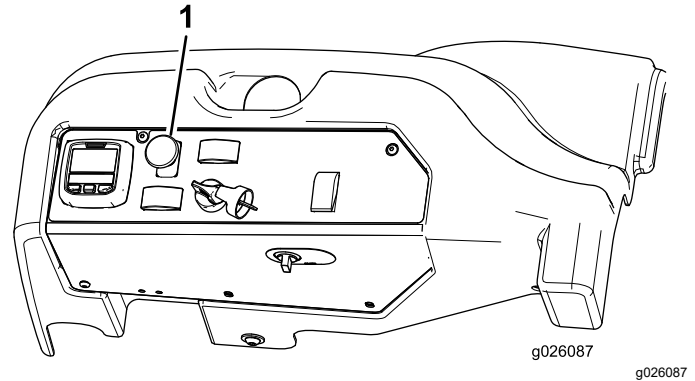

Figura 26
3. Tire hacia arriba del interruptor de la toma de fuerza para engranarla (Figura 26).